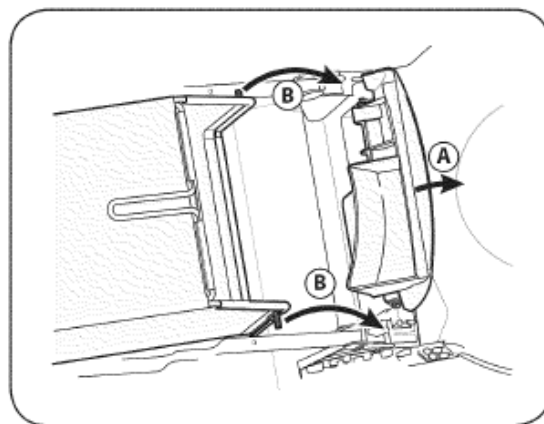

РИС. 8
- В. Расположите травосборник в пазах на кронштейнах рукоятки, как показано на Рис. 8. Опустите дверцу выгрузки.